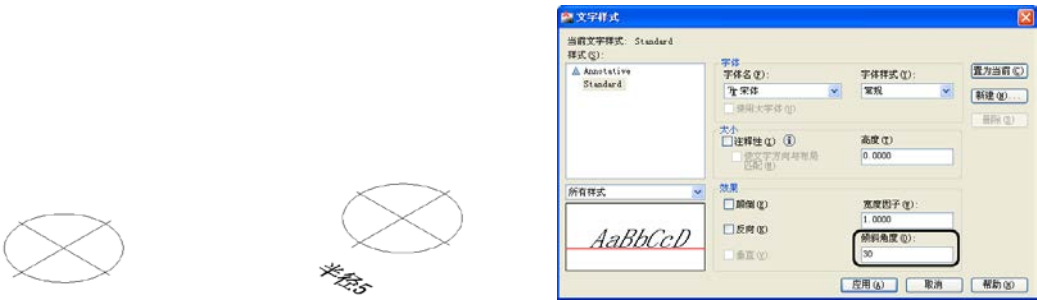

图 14.77 椭圆的绘制 图 14.78 绘制文字的等轴测投影 图 14.79 定义文字样式
(1) 执行【工具】/【草图设置】命令，在【草图设置】对话框的【捕捉与栅格】选项卡中，打开等轴测捕捉模式。
(2) 调用 isoplane 命令，激活上轴测面。
(3) 执行【绘图】/【直线】命令，绘制两条相交角为 60° ，并与水平线夹角为 30° 的直线。
(4) 执行【绘图】/【椭圆】命令，输入【I】选择绘制等轴测圆。其中【等轴测圆】选项是椭圆命令在等轴测模式下专有的选项，用于在等轴测模式下绘制圆的等轴测形式。捕捉两直线交点为圆心位置，输入半径值 5。完成椭圆的绘制，结果如图 14.77 所示。